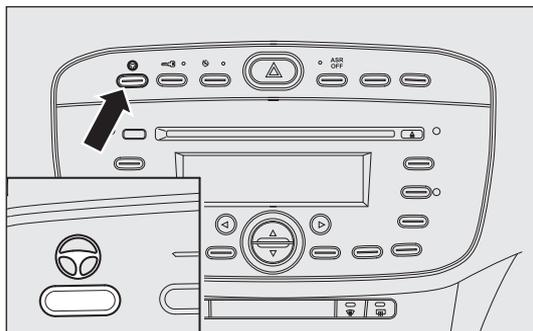

fig. 117
- l'allumage de l'inscription CITY sur le bouton, après la pression sur le bouton même fig. 117.